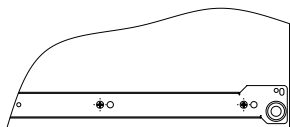

Рис.1
- При помощи шурупов 3,5x16 установить направляющие длиной 350 на боковины 3, 5 и направляющие длиной 400 мм на боковины 4, 5. **Внимание:** данные направляющие закрепляются во вторые (большие) отверстия. Установить ползки направляющих на выдвижной полке 2 (Рис.1).